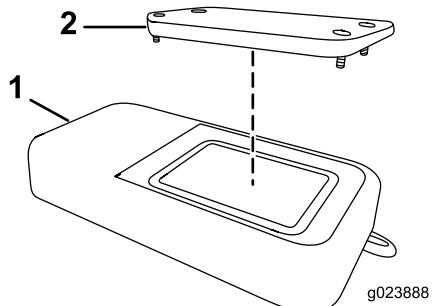

Рисунок 6
2. Снимите крышку (Рисунок 6).